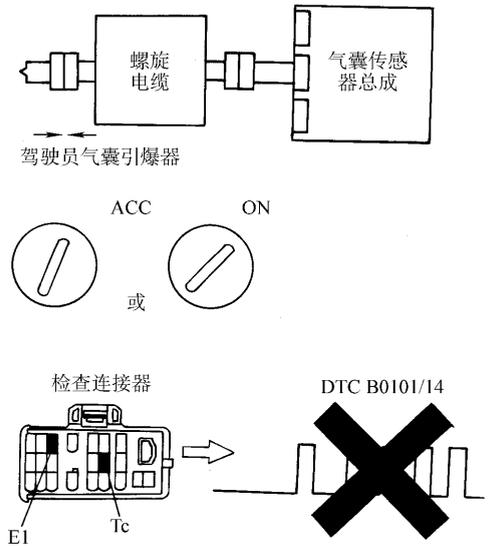

图 2-189 检查驾驶员气囊引爆器
3	<p>检查驾驶员气囊引爆器 (图 2-189)</p> <p>步骤:</p> <p>(1) 将点火开关拧至 LOCK</p> <p>(2) 脱开蓄电池负极 (-) 端电缆, 并至少等 90s</p> <p>(3) 连接转向盘护垫连接器</p> <p>(4) 连接蓄电池负极 (-) 端电缆, 并至少等 2s</p> <p>(5) 将点火开关拧至 ACC 或 ON, 并至少等 20s</p> <p>(6) 清除存储器中的故障码</p> <p>(7) 将点火开关拧至 LOCK, 并至少等 20s</p> <p>(8) 将点火开关拧至 ACC 或 ON, 并至少等 20s</p> <p>(9) 检查故障码。正常情况下应没有输出故障码 B0101/14</p> <p>提示: 此时可能会输出 B0101/14 以外的其他代码, 但它们与本检查无关</p> <p>是否正常</p>